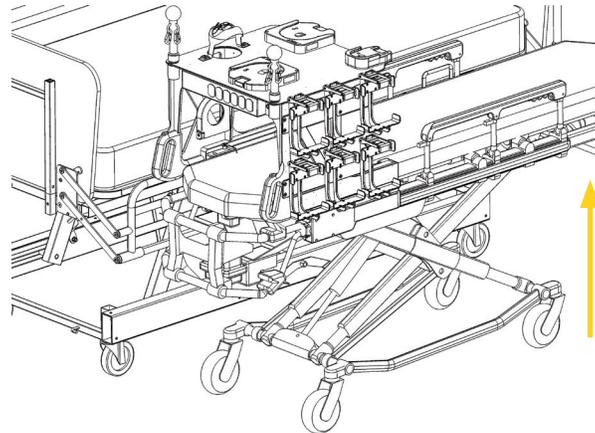

Figure 7: Position de la civière pour le transfert latéral
2. Placer la civière sur la gauche du patient pour vous préparer au transfert latéral (Figure 7).
3. Soulever la civière parallèlement au lit à l'aide du mécanisme (Figure 7). Au besoin, consulter le manuel de l'utilisateur de la civière pour l'utilisation appropriée et des recommandations.
4. Aligner les roues de la civière et vous assurer que le côté le plus long de la roue pointe vers le côté pied du patient (Figure 7), puis appliquer les freins.